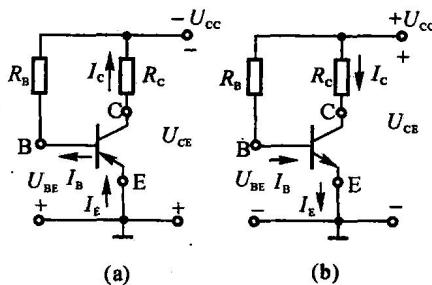

图 1.5
(1) 结构与基本放大原理: 晶体管有三个电极和两个 PN 结, 分别是发射极 (E 或 e), 基极 (B 或 b), 集电极 (C 或 c) 和发射结 (Je)、集电结 (Jc)。其结构分为 NPN 和 PNP 两种形式, 硅晶体管多为 NPN 型, 锗晶体管多为 PNP 型。两种结构形式的共射极接法电路如图 1.5 所示。